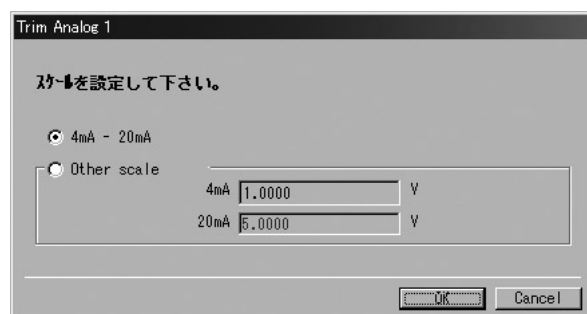
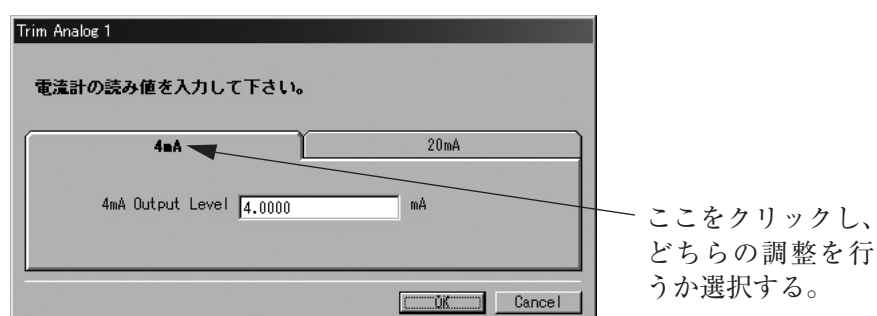

図107
図108
- ③ 図107のようなメッセージボックスが現れますので、アナログ1の調整を4~20mAのスケールで行うか、その他のスケール(Other scale)で行うかを選択し、「OK」ボタンをクリックしてください。
- ④ 図107のメッセージボックスにて「4mA~20mA」を選択し「OK」ボタンをクリックした場合、図108のようなメッセージボックスが現れますので、4mA、20mAのどちらの調整を行うかを選択します。ここでは4mAの調整を行い、続いて20mAの調整を行う順番で説明します。
- ⑤ 20mAの調整を行うには、図108のメッセージボックスにて20mA側をクリックし、4mAの調整と同様に、接続した電流計の指示が20mAになるように調整を行ってください。